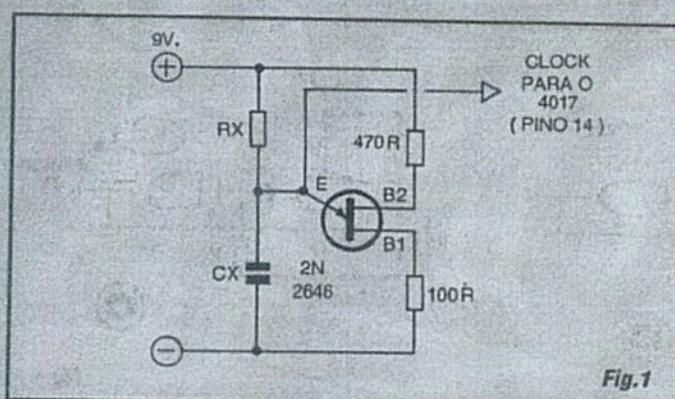

Fig.1
- FIG. 1 - CLOCK COM TUI - Um simples oscilador com Transistor Unijunção (já estudado em "Aula" específica...) constitui excelente fonte de "trem de pulsos" para um 4017 (ou outro bloco CMOS qualquer... A Tensão de trabalho deve ser compatível com os requisitos CMOS (9V, no exemplo). A Frequência de geração dos pulsos é determinada pelos valores de R_x e/ou C_x ...